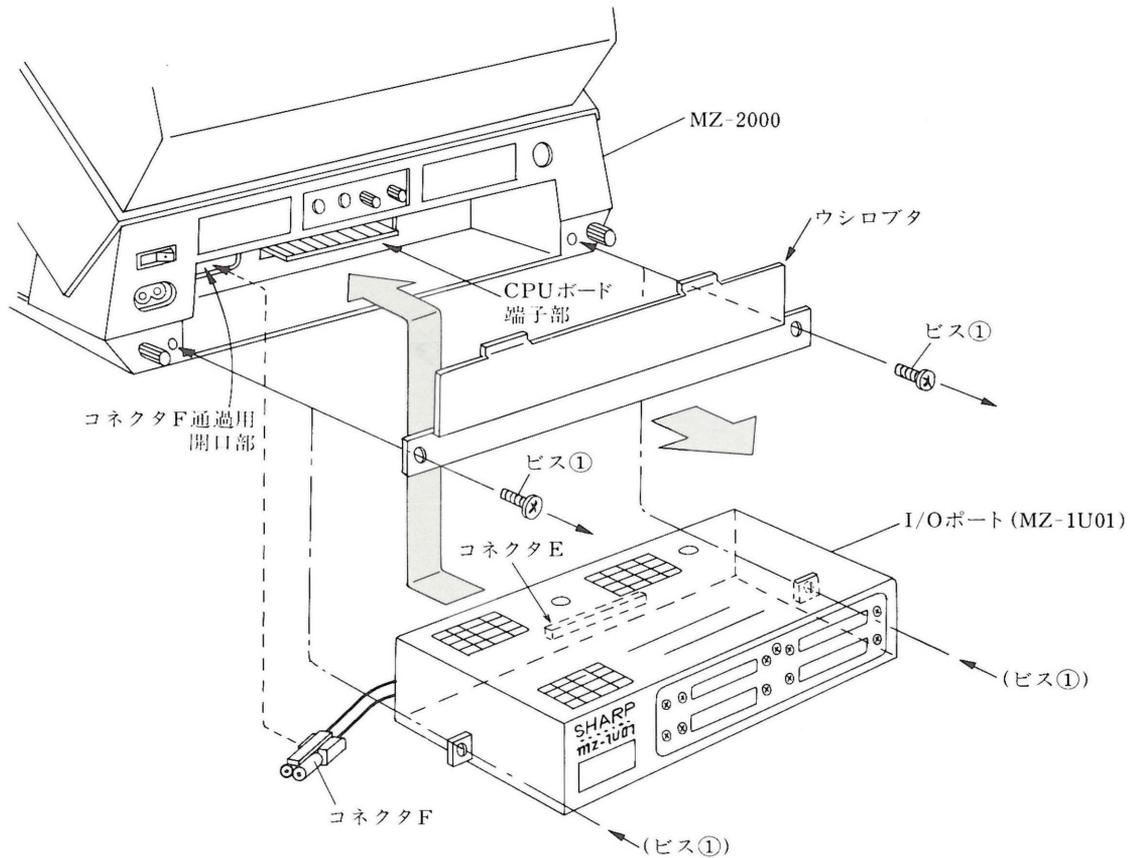
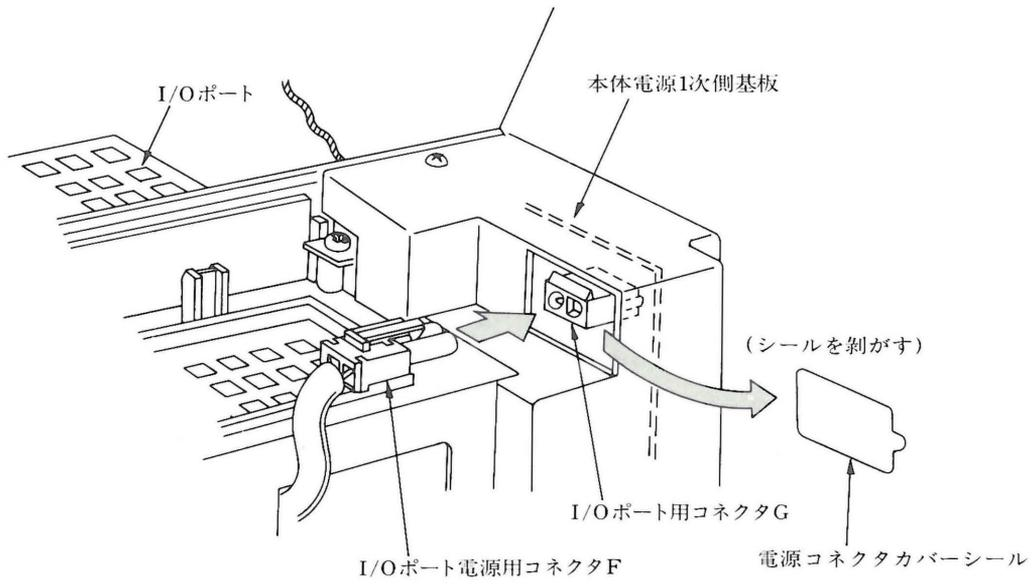

図 3-5
図 3-6
MZ-2000の拡張I/OポートMZ-1U01は、前掲の図3-1に示されている通り、MZ-2000本体内の一番後部のスペースにセッティングを行います。この拡張I/Oポートのセッティング手順を図3-5、図3-6に示します。
- (1) MZ-2000本体後部にあるI/Oポート取付部のウシロブタの両サイドにある2本のビス①を外し、本体よりウシロブタを取り外します。
- (2) この開口部へ拡張I/OポートMZ-1U01を図の向きに挿入します。この際、I/Oポートの電源用コネクタFを本体内部の電源ユニットへ接続できるように、図に示す開口部の奥の窓へ通しておきます。
- (3) 開口部の奥にあるCPUボードの端子部とI/OポートのマザーボードにあるコネクタEを接続します。
- (4) (1)で取り外した2本のビス①で本体とI/Oポートを固定します。(以上の作業は図3-5を参照ください)
- (5) I/Oポート電源用コネクタFを図3-6に示すように本体電源1次側基板上的コネクタGに差し込みます。